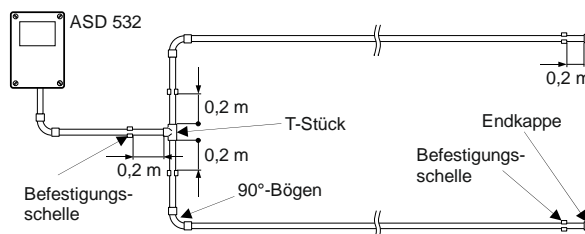

Abb. 23 90°-Bögen, Verzweigungsstelle
- Ab Verzweigungsstellen der Ansaugleitung muss vom T-Stück zu den Befestigungsschellen ein Abstand von mindestens 0,2 m eingehalten werden, **Abb. 23**.
- Für Richtungsänderungen in der Raumüberwachungen sind vorzugsweise 90°-Bögen anstelle 90°-Winkel zu verwenden, **Abb. 23** (siehe auch Kap. 4.4.2).